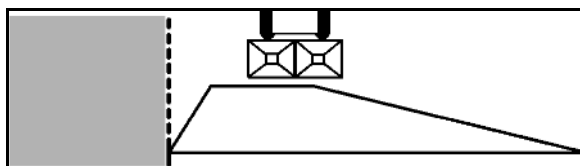

Fig. 61
2. Grøftespredning i samsvar med gjødslingsforskriftene (Fig. 61):